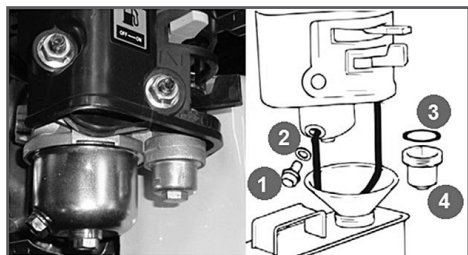

Рис.12 Обслуживание фильтра-отстойника карбюратора
3. Открутите болт сливного отверстия (1) и слейте топливо из поплавковой камеры карбюратора (Рис. 12).
- Открутите стакан отстойника (4), вылейте из него топливо в ранее подготовленную емкость.
1. Слейте топливо из топливного бака и карбюратора (Рис.12).